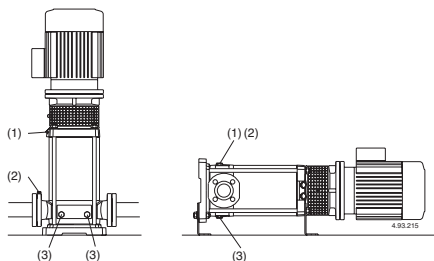

Fig. 4d (1) Remplissage et évent
(2) Event aspiration
(3) Vidange
Avec le **niveau d'eau côté aspiration sur la pompe** (fonctionnement en charge, **fig. 3B**), remplir la pompe en ouvrant lentement et complètement la vanne sur le tuyau d'arrivée, en tenant ouverte la vanne de refoulement et les bouchons (1), (2) (**fig. 4d**) pour purger l'air.
Serrer les bouchons d'évent (1), (2) (**fig. 4d**), pour MXV-B, MXV(L) 25-32-40-50 et MXV(L)4 25-32-40-50 serrer la vis-éponge (14.17) dans le bouchon de vidange (14.12) (**fig. 4b**) et fermer l'évent (14.04).